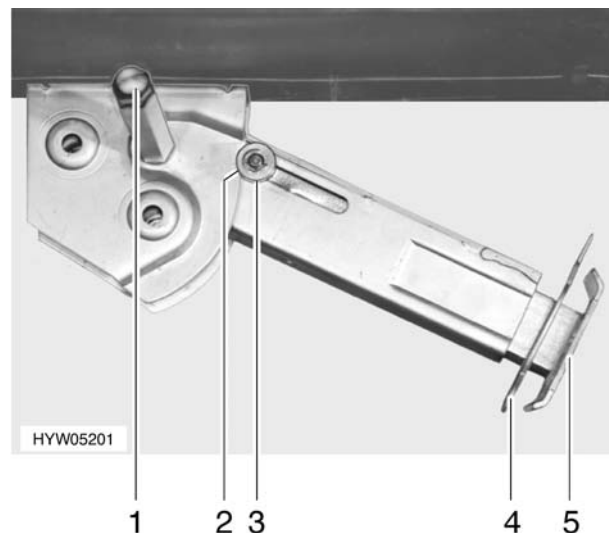

Bild 35 Hubstütze
- Am Sechskant (Bild 35,1) den Steckschlüssel aufstecken und drehen, bis die Hubstütze senkrecht nach unten steht.
- Splint (Bild 35,4) aus der Stützfußverlängerung (Bild 35,5) herausziehen.
- Am Sechskant (Bild 35,1) den Steckschlüssel aufstecken und drehen, bis die Hubstütze wieder vom Boden frei ist.
- Stützfußverlängerung (Bild 35,5) ganz einschieben und Splint (Bild 35,4) in vorgesehene Bohrung an der Stützfußverlängerung stecken.
- Mit Steckschlüssel am Sechskant (Bild 35,1) drehen, bis Hubstütze nach oben geschwenkt und die Führungsscheibe (Bild 35,3) vollständig in die Kerbe (Bild 35,2) eingefahren ist.
- ▷ Darauf achten, dass alle Hubstützen vollständig eingeklappt sind, dass alle Stützfußverlängerungen ganz eingeschoben und mit Splint (Bild 35,4) gesichert sind und dass bei allen Hubstützen die Führungsscheibe (Bild 35,3) in die Kerbe (Bild 35,2) eingefahren ist.